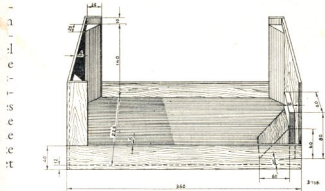

Fig. 1
- Plaats het chassis nimmer op de kop**, want de geringste deuk in een der spoelbussen beïnvloedt reeds de zelfinductie zoodanig, dat noodlottige verstemmingen optreden. Plaats het chassis echter op één der korte zijkanen (op een plat vlak) of gebruik een montagebankje als in fig. 1 afgebeeld.